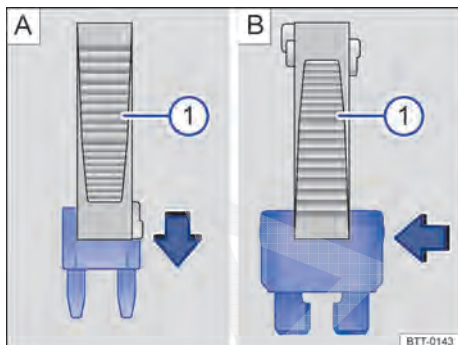

Fig. 239 Remover ou instalar um fusível com a garra da pinça de plástico ①.
⇒ **Fig. 239** ① da cobertura da caixa de fusíveis.
- Em caso de *fusíveis pequenos*, encaixar a garra ① por cima ⇒ **Fig. 239 A**.
- Em caso de *fusíveis maiores*, empurrar a garra ① lateralmente sobre o fusível ⇒ **Fig. 239 B**.
- Caso o fusível esteja queimado, substituir o fusível por um novo da *mesma* intensidade (mesma cor e inscrição) e do *mesmo* tamanho ⇒ ①.